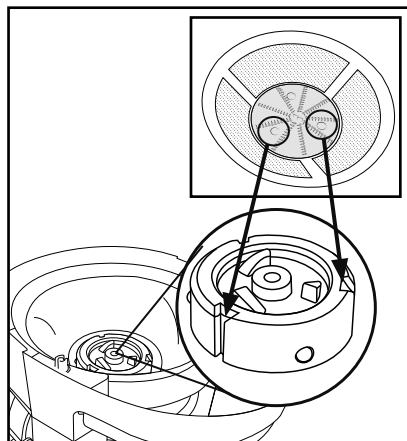

Fig. 2
- 3) Collocare il filtro **4** sull'albero motore **13**. Bisogna allineare il filtro **4** correttamente perché si innesti nelle apposite sedi dell'albero motore **13** (vedere fig. 2). Per l'allineamento prestare attenzione ai 3 segni circolari tra le lame di taglio e i binari di guida/gli intagli dell'albero motore **13**: durante l'inserimento devono coincidere, altrimenti non è possibile collocare il filtro. Prima di proseguire l'assemblaggio, il filtro **4** deve scattare in posizione in modo udibile e deve essere ben collocato.